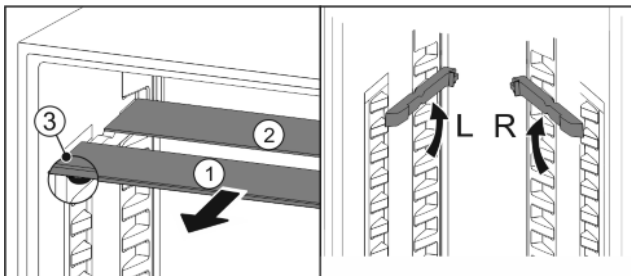

Fig. 18
- ▶ Extrageți Fig. 18 (1) pe rând plăcile de sticlă spre înainte.
- ▷ Placa de sticlă Fig. 18 (1) cu opritoarele împotriva extragerii se află în față.
- ▷ Opritoarele arată în jos Fig. 18 (3).